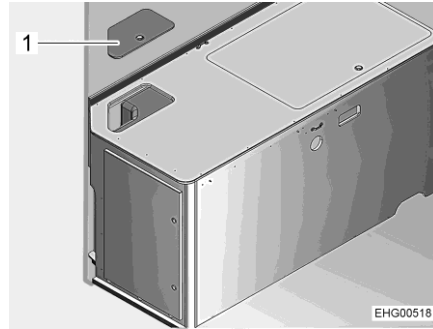

Bild 110 Bettkasten links
- Service-Deckel (Bild 110,1) abnehmen.